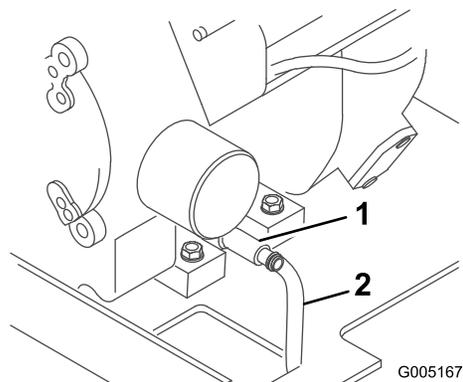

Рисунок 22
- Наденьте один конец шланга на сливной клапан, а другой на поддон (Рисунок 22).
- Откройте сливной клапан, поворачивая его против часовой стрелки и одновременно вытаскивая (Рисунок 22).